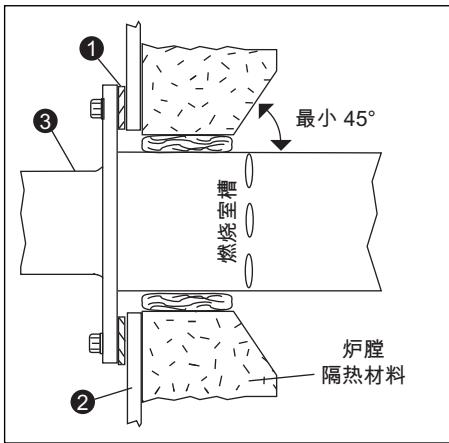

图 3.3. 炉壁
确保炉壁 ② 的强度足以支持燃烧器 ③ 的重量。如果有必要，加强安装面积。参见图 3.3。